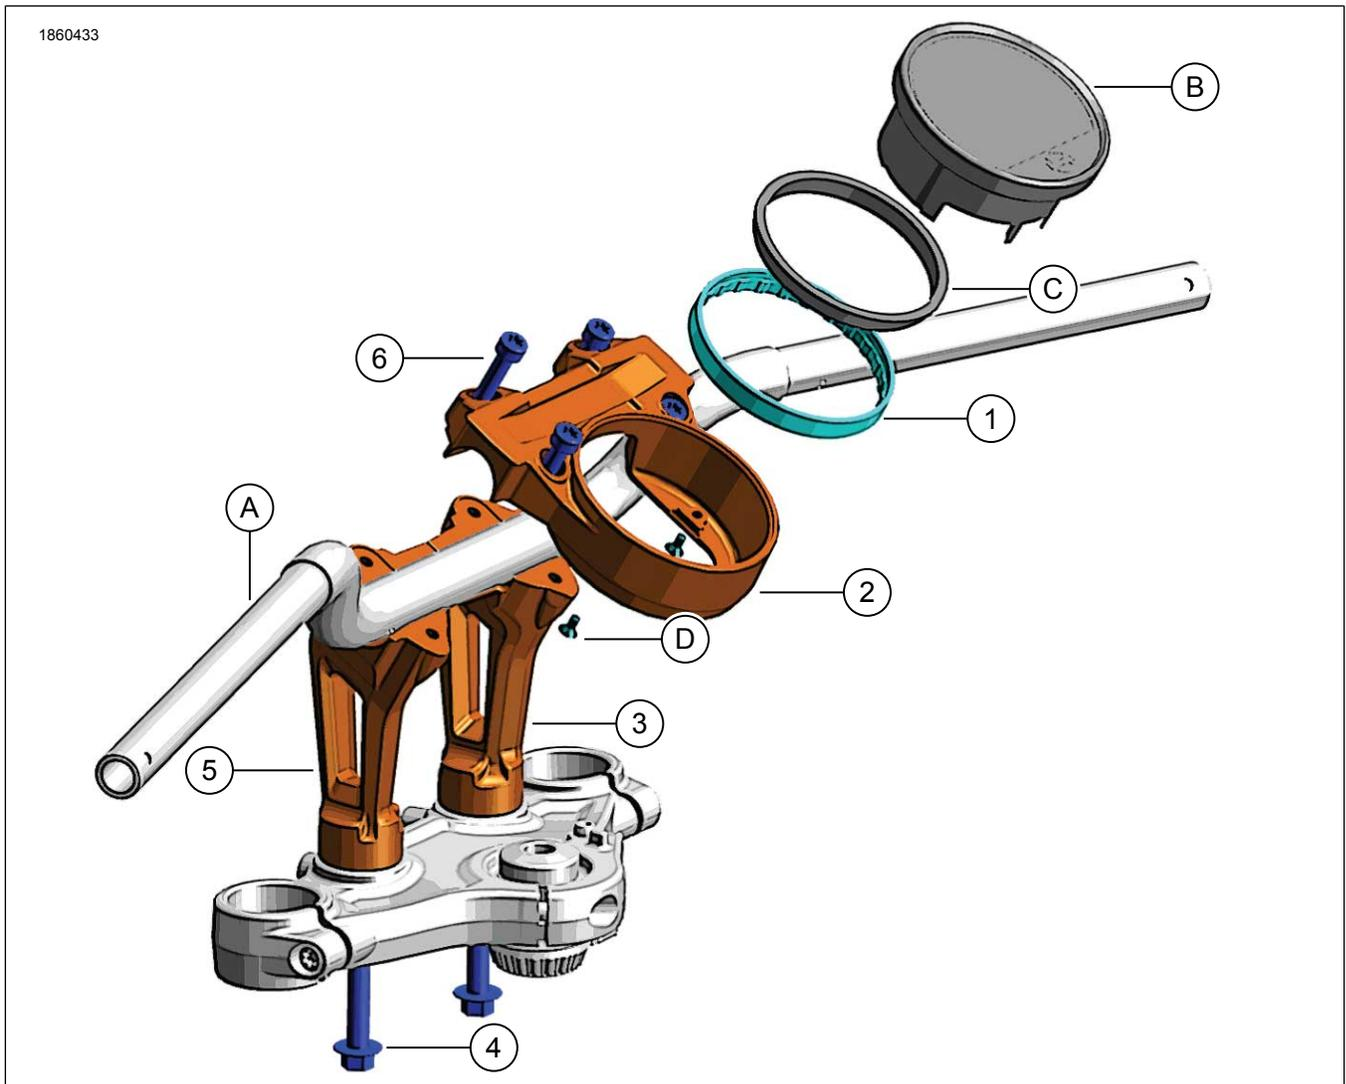

Figure 1. Contenu du kit : Kit rehausseurs, 5 pouces
1. Voir la figure 1. Monter les rehausseurs de guidon (3, 5) sur le support de fourche supérieur.
- b. Installer les vis des rehausseurs (4). Ne pas serrer les vis pour l'instant.
2. Voir la figure 1. Installer IM (B) avec le joint Équipement d'origine (C) et les vis (D).
- a. Serrer les vis Équipement d'origine (D).
3. Installer le guidon (A).
4. Voir la figure 1. Installer la bride guidon/rehausseurs supérieure (2).
6. Voir la figure 1. Appliquer du frein filet aux vis des rehausseurs (4).